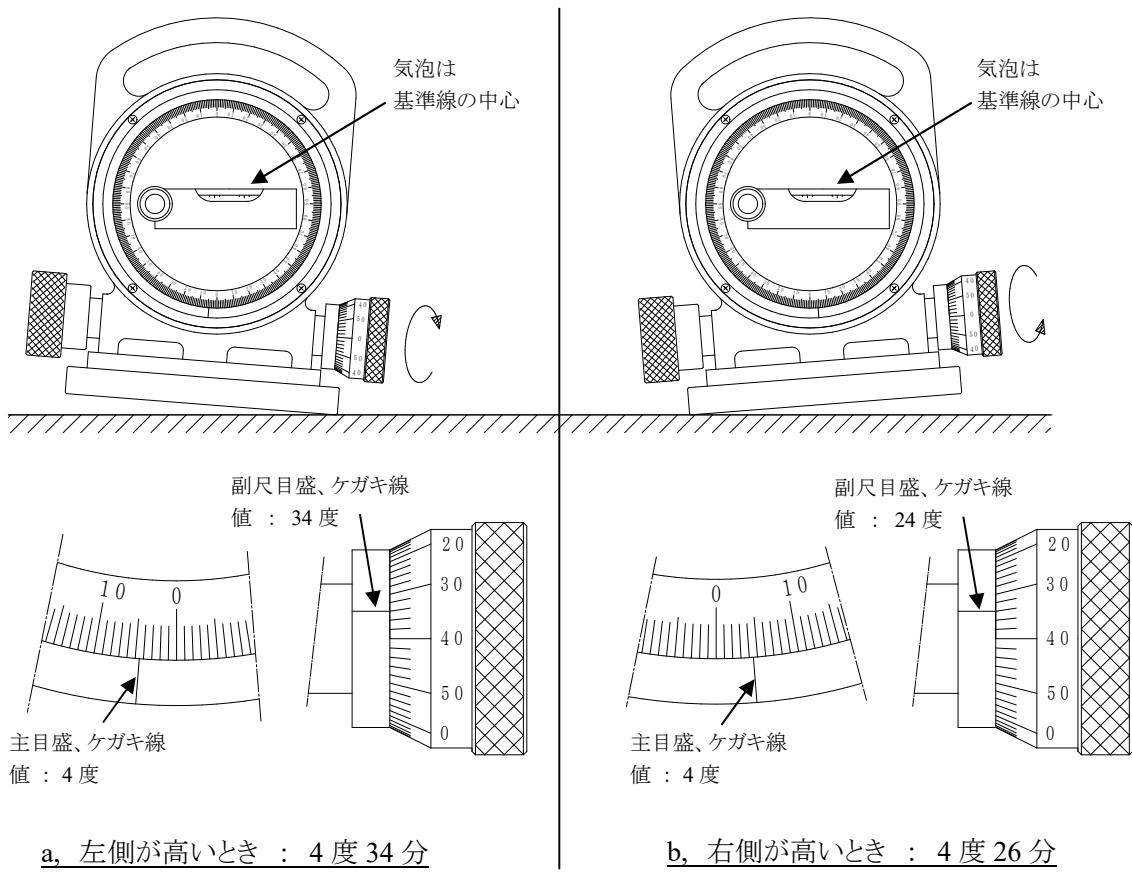

図 2. 傾斜測定水準器目盛りの読み方同じ目盛りでも読み値が変わる
- ①傾斜面に本器をセットし、主気泡管の気泡が中心になる位置までハンドルを回してください。
- ②主気泡管の気泡が中心にきた時の目盛りの読み方は図2の通りです。
- ③副尺目盛は、1目盛=2分です。1回転で主目盛は2度移動します。
- ④副尺目盛の読み方は図2のように、左側が高いときと、右側が高いときとでは同じ目盛でも読み値が変わるために注意が必要です。これは、副尺目盛の回転方向が逆になるためです。